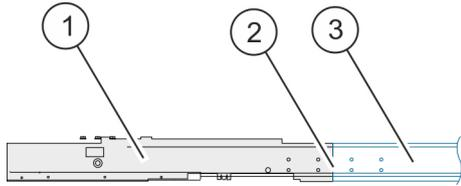

Abb. 16: TracFeed® OSS Dilatation verbinden
- 7.** ► Enden der TracFeed® OSS Dilatation (Abb. 16/1) nacheinander über die Verbindungsblasen (Abb. 16/2) mit der Oberleitungsstromschiene (Abb. 16/3) verschrauben.